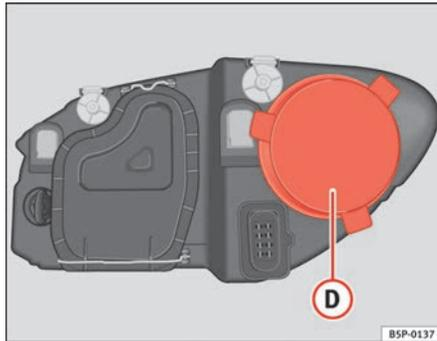

Fig. 183 Luz de población
- Retire la tapa ⇒ fig. 183 **D** tirando de la misma.